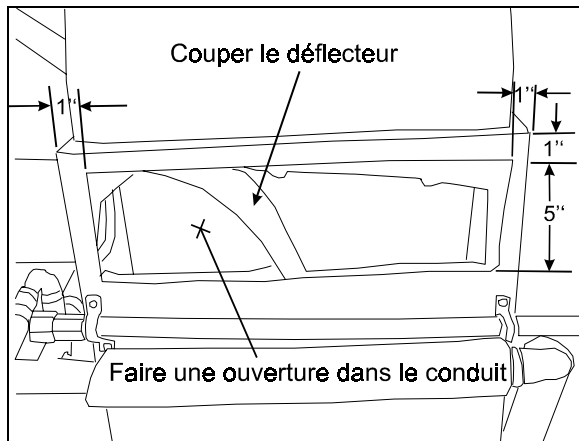

FIGURE 1
2. Garder le boyau de 5 pouce de diam. déjà installé et faire une ouverture dans le conduit selon la figure 1. Couper le déflecteur.